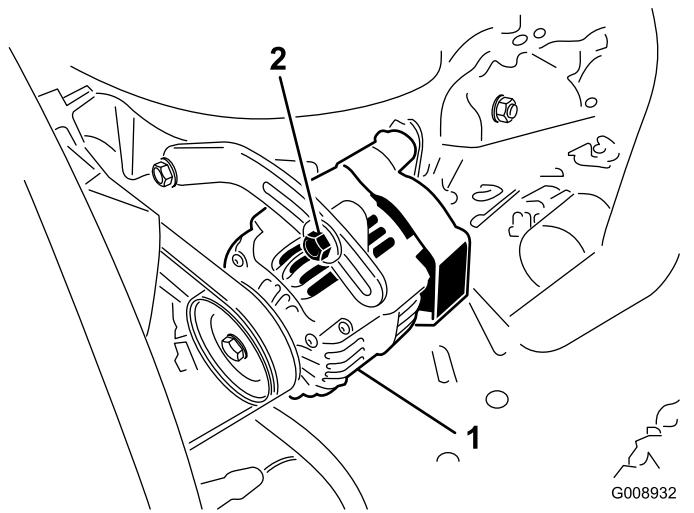

図 73
オアウタネータのベルト図 73は100運転時間ごとに点検します。
2. たわみが10mmでない場合には、オルタネータ取り付けボルトをゆるめる図73。適当な張りに調整してボルトを締める。ベルトのたわみが適切に調整されたことを確認する。